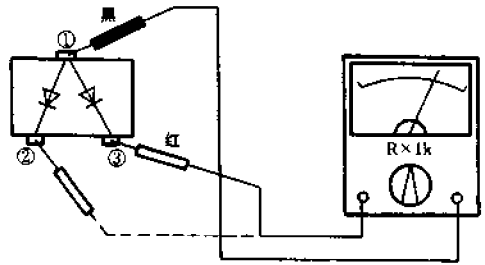

图 4-55 检测片状二极管的实例
被测片状二极管的外形如图 4-55 所示。该管为矩形封装,型号不明。为叙述方便,将三只引脚冠以①、②、③序号。使用万用表  $R \times 1k$  挡,依次测量各引脚之间的电阻值。只有当黑表笔接①脚,用红表笔依次接触②、③脚时所测得的电阻值为  $4.5k\Omega$ ,其余各种接法所测阻值均为  $\infty$ 。由此断定,被测管为一只共阳结构对管,①脚为公共正极,②脚和③脚分别为两个负极。测试结果还表明,被测管的单向导电特性正常。